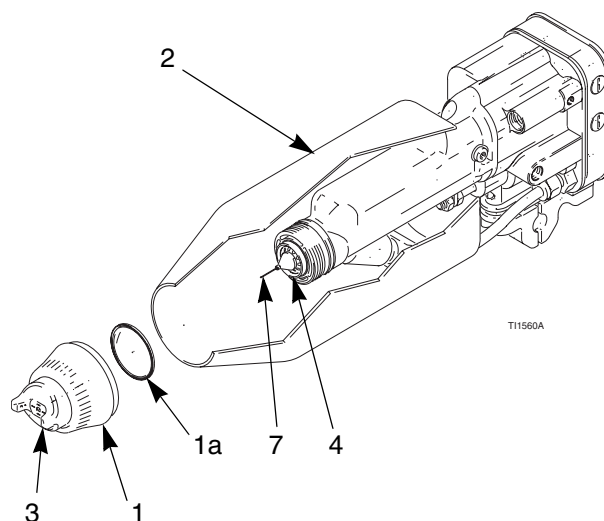

Abb. 13. Luftkappe und Materialdüse reinigen
2. Luftkappensatz (1, 3) und Abdeckblech (2) entfernen. Siehe Abb. 13.
3. Materialdüse (4), Abdeckblech (2) und Außenflächen der Pistole mit einem mit Lösungsmittel angefeuchteten Tuch reinigen. Darauf achten, dass kein Lösungsmittel in die Luftpassagen gelangt. Nach Möglichkeit die Pistole während des Reinigens stets nach unten richten.
4. Wenn Farbe in den Luftpassagen der Materialdüse (4) zu sein scheint, die Pistole für Servicearbeiten von der Leitung abschrauben.
5. Luftkappe (3) mit der weichen Borstenbürste und dem Lösungsmittel reinigen oder Luftkappe in geeignetes Lösungsmittel eintauchen und abwischen.